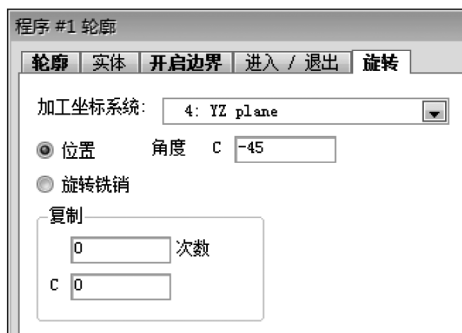

图 2-79 旋转选项卡
- 5) 在上一个轮廓工艺的旋转选项卡中，修改定位角度，如图 2-79 所示。加工标记必须和上一个操作完全相同。